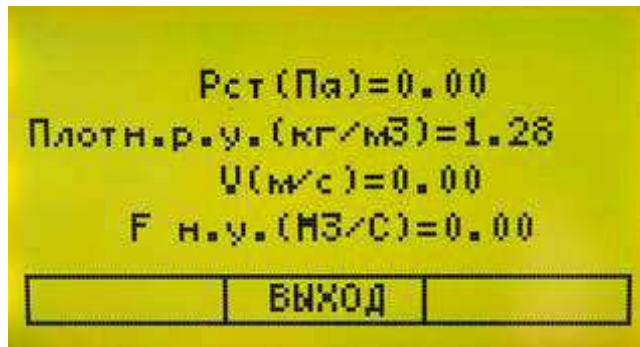

Рисунок 27 — Результаты расчета без контрольной трубки
После ввода запрошенных параметров прибор СБ-1 выведет на дисплей следующие рассчитанные значения (рисунок 27): среднее статическое давление в газоходе ($P_{ст}$), плотность газа в рабочих условиях газохода (**Плотн.р.у.**), среднюю скорость газа в газоходе (V) и средний объемный расход газа в нормальных условиях (**Фн.у.**).